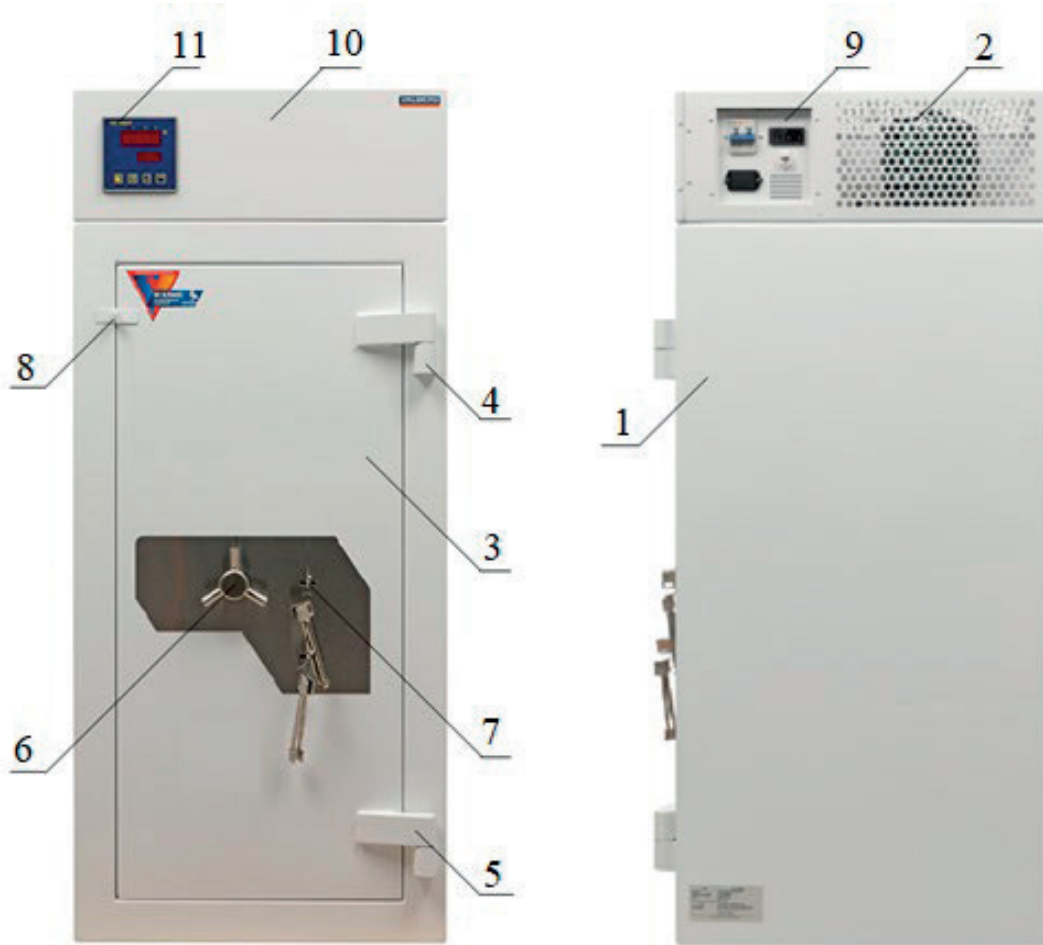
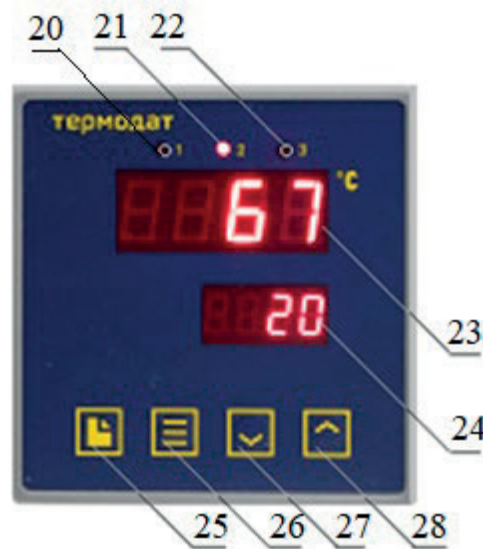
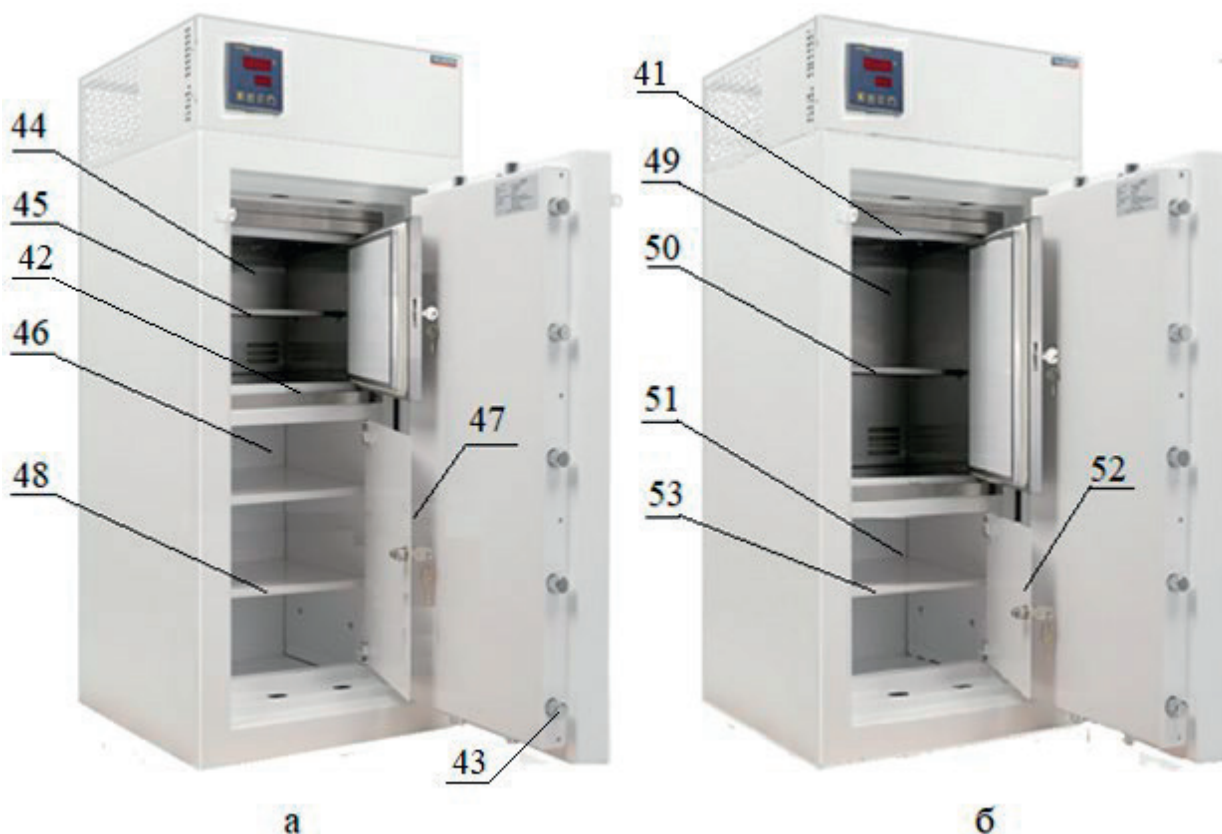
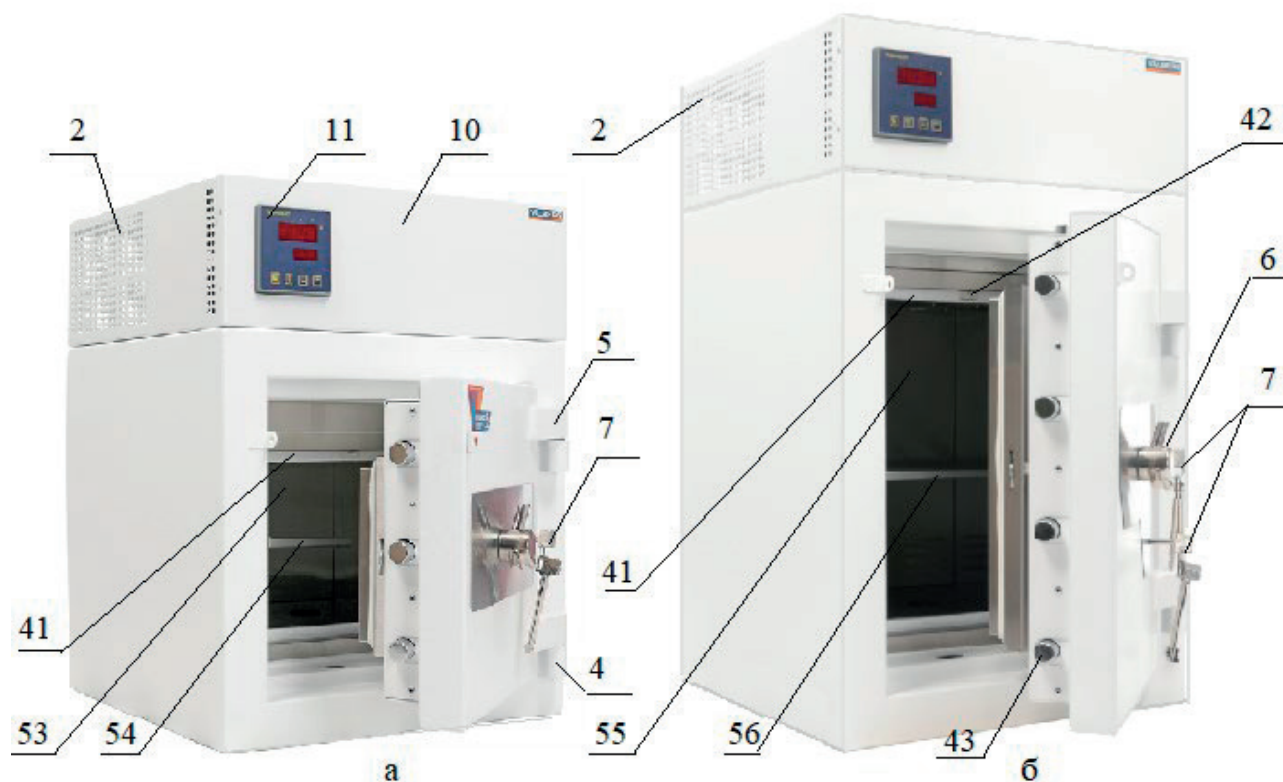

Рис.1. Общий вид сейфа-термостата TS-3/50.
Рис.3 Измеритель-регулятор электронно-тепловой схемы изделия.
Рис.5. Сейфы-термостаты TS-3/12 мод. Форт-99 (а) и TS-3/25 мод. Форт-99 (б).
Рис. 6. Сейф-термостат TS-3/12 (а), TS-3/25 (б)
4.1 Общий вид изделия TS-3/50, оснащенного одним термостатом для хранения в сейфе 3 класса устойчивости к взлому термолабильных наркотических препаратов, изображен на рис.1.
4.7 На фронтальной стороне блоков управления (10, рис.1) изделия устанавливается, в зависимости от модели, один или два измерителя-регулятора (прибора) (11, рис.1). На лицевой панели прибора размещены кнопки управления и индикаторы (рис.3):
- «1» - индикатор работы электронно-тепловой схемы изделия в режиме нагрева (20);
- «2» - индикатор работы электронно-тепловой схемы изделия в режиме охлаждения (21);
- «3» - индикатор переключения режимов работы электронно-тепловой схемы изделия (22);
- верхний цифровой индикатор (23) – отображение измеренного значения температуры в рабочей камере изделия;
- нижний цифровой индикатор (24) – отображение заданного значения температуры (уставки) электронно-тепловой схемы изделия;
4.18 На рис. 5 отображены модели TS-3/12 мод. Форт-99 (рис.5а) и TS-3/25 мод. Форт-99 (рис.5б), сейфы которых оснащены дверьми с замками, запирающимися при помощи воротка (6, рис.1) привода ригельной системы (43) и 2-х ключевых замков (7). Сейфовые двери открываются на 180° при помощи петель (4 и 5, рис.1).
4.19 Изделия TS-3/12 мод. Форт-99 (рис.5а) и TS-3/25 мод. Форт-99 (рис.5б) обладающие односекционными рабочими камерами, внешний вид и габаритные размеры которых, а также назначение измерителей-регуляторов (11) аналогичны модели TS-3/50 (рис.1 и рис.4).
4.23 На рис.6 представлены модели сейфа-термостата TS-3/12 и TS-3/25 у которых конструкция панели электропитания, назначение измерителя-регулятора (11), размещенного на панели блока управления (10), входящих в состав блока электроники (2), аналогичны соответствующим моделям TS-3/12 (рис.5а) и TS-3/25 мод. Форт-99 рис.5(б).
4.25 Дверь сейфа-термостата TS-3/12 (рис. 6а) оснащена одним сейфовым замком (7) и открывается на 180° при помощи петель (4 и 5, рис.6).
4.27 На рамке рабочей камеры, выполненной из полистирола (41), установлена кнопка (42, рис.6).
4.31 На рамке рабочей камеры, выполненной из полистирола (41), установлена кнопка (42, рис.6).